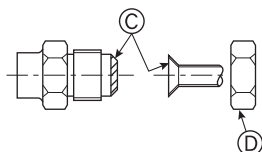

Fig. 4-8
(A) (Fig. 4-8)
(B) (Fig. 4-8)
### 4.4. Tubos de ligação (Fig. 4-8)